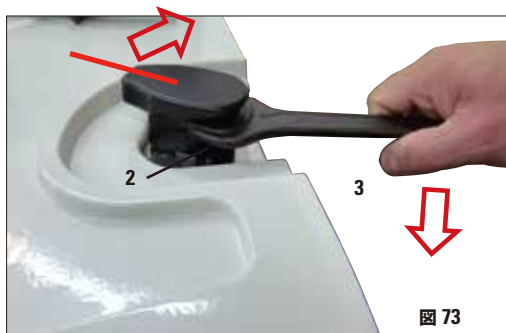

図 73
- シングルヘッドレンチをレトルトロックの下に当てがいます (図 73 の 2)。
- シングルヘッドレンチ (図 73 の 3) を用いてレトルトロックをさらに時計方向に回し、ストップ位置を乗り越えさせます (規定の破断点でリテーニングピンを壊す)。